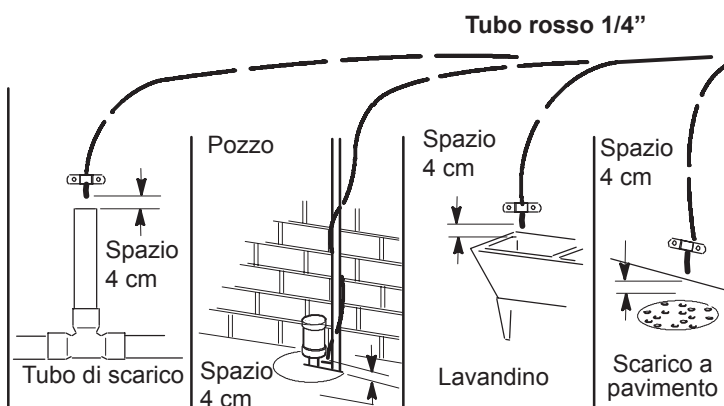

FIG. 9
Collegate il tubo di scarico ad un punto di scarico esistente. Uno scarico a pavimento, una vasca di lavanderia, una linea di scarico etc. sono i punti di uscita più adeguati. Vedere la Fig. 9 .
3. Tirate il tubo verso il punto di scarico e assicuratevi di installarlo con un collare di serraggio (non fornito) Cfr Fig. 9. Lasciate uno spazio di 4 cm tra l'estremità del tubo e lo scarico. Cfr. Fig. 9.